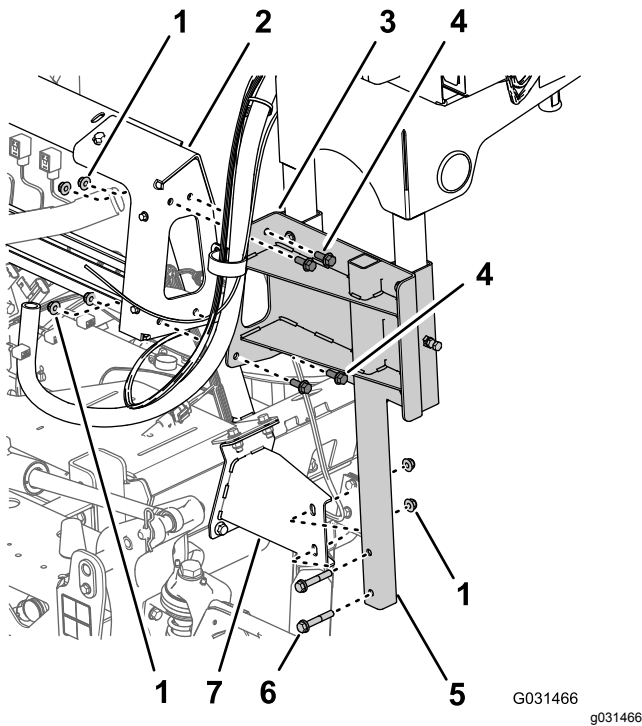

Bild 22
2. Entfernen Sie die zwei Bundkopfschrauben (3/8" x 2-1/4") und zwei Sicherungsbundmutter (3/8"), mit denen das untere Rahmenrohr der schwenkbaren Schlauchtrommel an der Befestigungshalterung am rechten Rahmenkanal der Maschine befestigt ist (Bild 22).
3. Entfernen Sie die vier Bundkopfschrauben (3/8" x 1") und die vier Sicherungsbundmuttern (3/8"), mit denen der Stützkanal der schwenkbaren Schlauchtrommel an der Verteilerbefestigung für die Sprühventile befestigt ist (Bild 22).